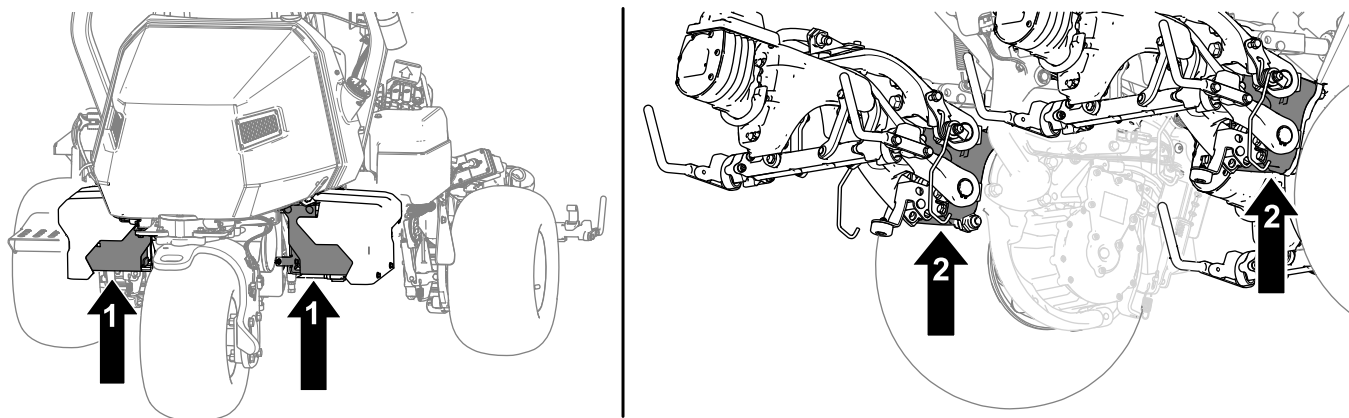

図 36
2. マシンを浮かせたら、以下の部分に適切なジャッキスタンドを入れて機体を支える図 36。